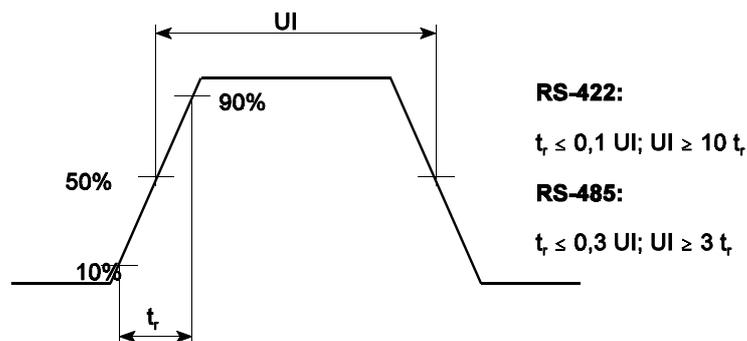

Abbildung 8.83 Anstiegszeit und Einheitsintervall
- 1) kurzes Kabel (ca. 10...12 m). Leitungsverluste vernachlässigbar. Datenrate hängt von der Anstiegszeit ab, also vom Treibvermögen. In den Standards ist angegeben, wie Anstiegszeit t_r und kleinstes Einheitsintervall UI zusammenhängen (Abbildung 8.83).